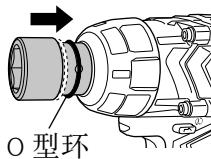

图 11
(3) 确保销不会脱落后，将 O 型环装在套筒的凹槽上。(图 11, 12)